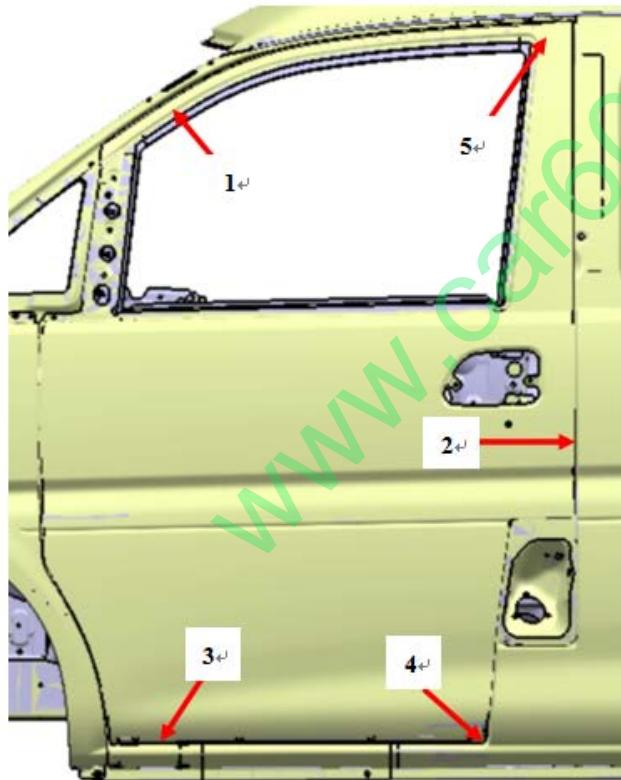

图 8
5.2.1、间隙调整方法（见图 8）
- 2)、依靠前门上铰链上的定位销作为前车门总成装配到车身上的旋转中心点（见图 8），配合前门锁扣来调整 2 处间隙的大小和均匀。
5.2.2、面差调整方法（见图 8）